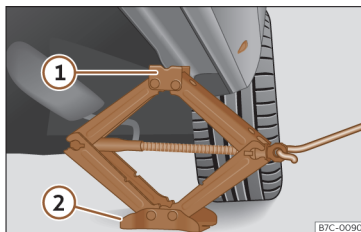

Fig. 39 Longarina: colocação do macaco do veículo.
- Rode a manivela do macaco, colocado por baixo do ponto de apoio da longarina, para levantá-lo até que o ressalto ① » » Fig. 39 se encontre por baixo da zona que lhe corresponde.
- Alinhe o macaco de forma que o ressalto ① «fique encaixado» na zona da longarina que lhe corresponde e que a placa base móvel ② fique apoiada no chão. A placa base ② deve ficar colocada na vertical, relativamente ao ponto de apoio ①.